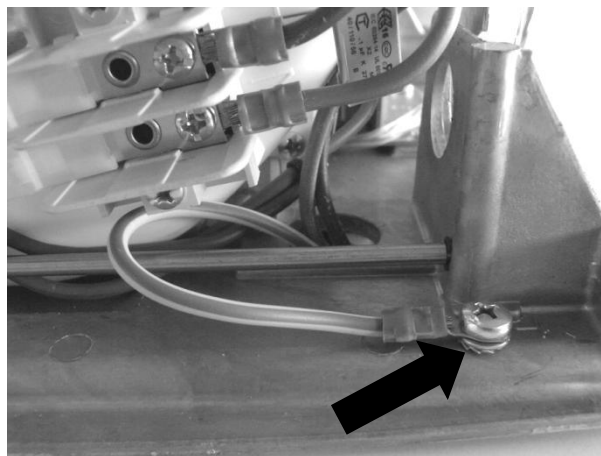

Fig.5
6. Introdurre i cavi di alimentazione nel pressa cavo montato sulla base dell'asciugamani e serrare fino a bloccarlo in modo permanente o dal foro sulla base, collegare L- N alla morsettiera (fig.5).